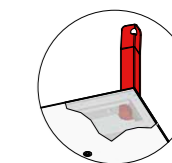

Fig. 2
Posez le panneau suivant par le haut, dans les angles de positionnement préalablement ajustés (2) (Fig. 2). La pile est calée par la mise en place du deuxième panneau et peut alors être déplacée.